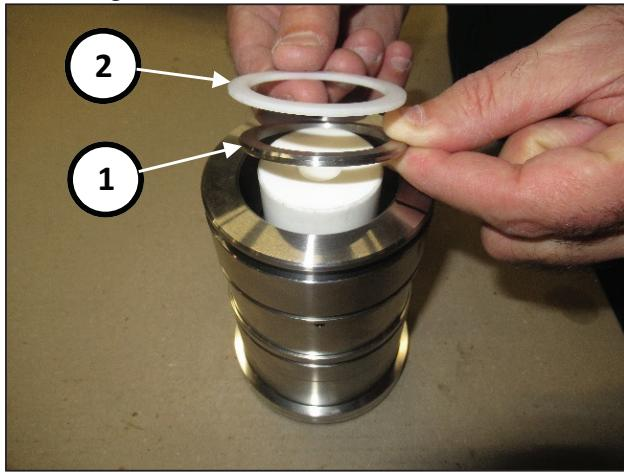

Abb. 178
Setzen Sie den Federring (Pos. ①, Abb. 178) und den Abstreifring ein (Pos. ②, Abb. 178).